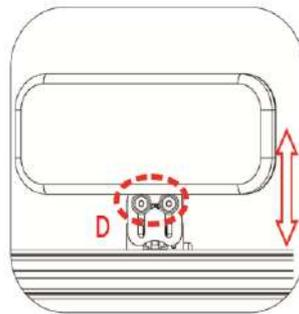

Figura 5-135
- Use una llave Allen número 4 para aflojar los tornillos D. La almohadilla del soporte lateral de cadera y muévela arriba/abajo. (Figura 5-135). Vuelva a apretar todos los tornillos.